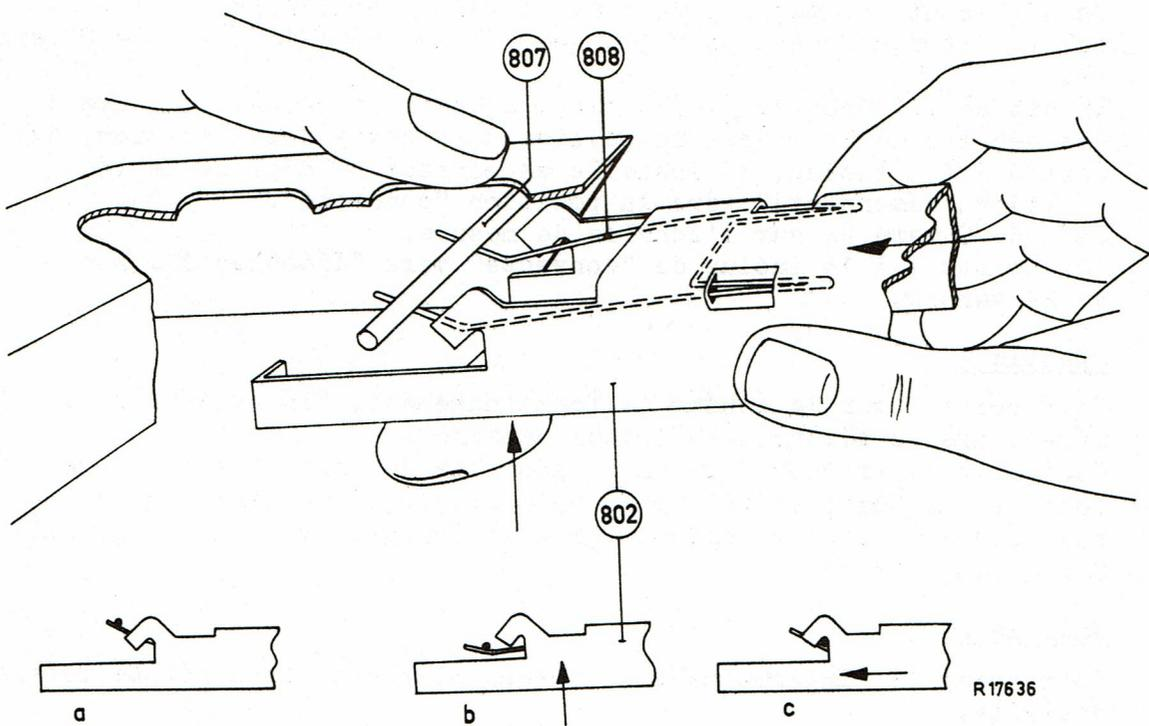

Fig.26
9. Placer le support de tête 802 dans le bras comme l'indique la fig. 26.